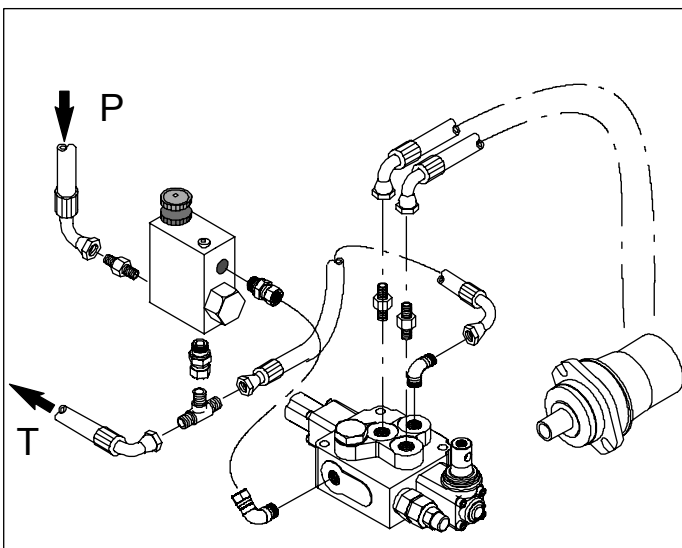

Bild 4b. Hydraulikens kopplingar
5. Koppla returslangen till returoljeanslutningen eller direkt till tanken. Oljefilter på returlinjen rekommenderas. Se bild 4b.